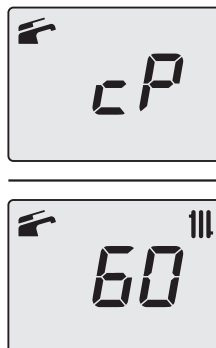

Figura 9.27
- Premendo il tasto 19 (Figura 9.22) è possibile variare la potenza in modalità spazzacamino: con visualizzazione sul display LCD delle lettere **cP** che si alternano con il valore di temperatura dell'acqua di riscaldamento (es.60), siamo "funzione spazzacamino" alla potenza massima in riscaldamento (Figura 9.27).